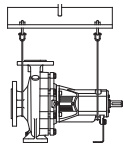
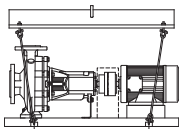

Fig. 1: Transport de la pompe
Fig. 2: Transport du groupe complet
- Afin d'éviter des déformations, lever la pompe de manière appropriée (fig. 1) ou (fig. 2). Les œillets de suspension montés sur la pompe ou le moteur ne doivent pas être utilisés pour lever le groupe complet. Ils ne sont conçus que pour le transport des composants individuels lors du montage ou du démontage.